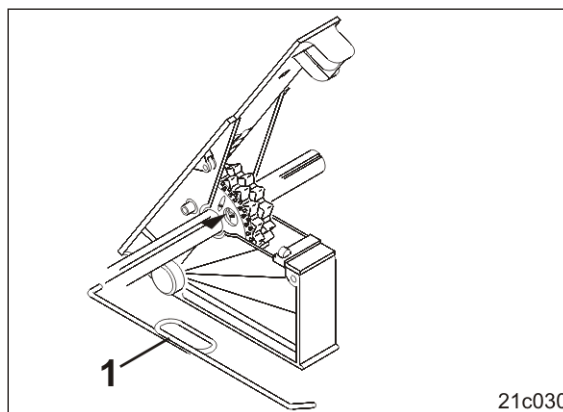

Fig. 140
1. Cu ajutorul cheii livrate (Fig. 140/1) apăsați știftul în spatele orificiului până când se oprește în discul de distribuție normal.